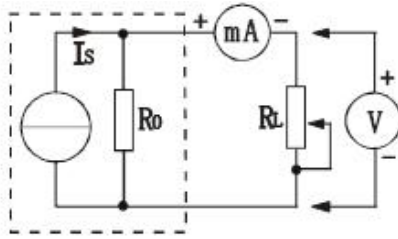

图 3
(5) 诺顿定理：从电阻箱上取得按步骤“1”所得的等效电阻 R_0 之值，然后令其与直流恒流源（调到步骤“1”时所测得的短路电流 I_{sc} 之值）相并联，如图 3 示，仿照步骤“2”测其外特性，对诺顿定理进行验证。